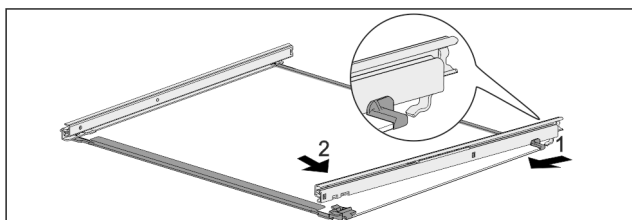

Fig. 105 Tablette en verre avec rails
- Accrocher le rail à l'arrière. Fig. 105 (1)
- Accrocher le rail à l'avant. Fig. 105 (2)